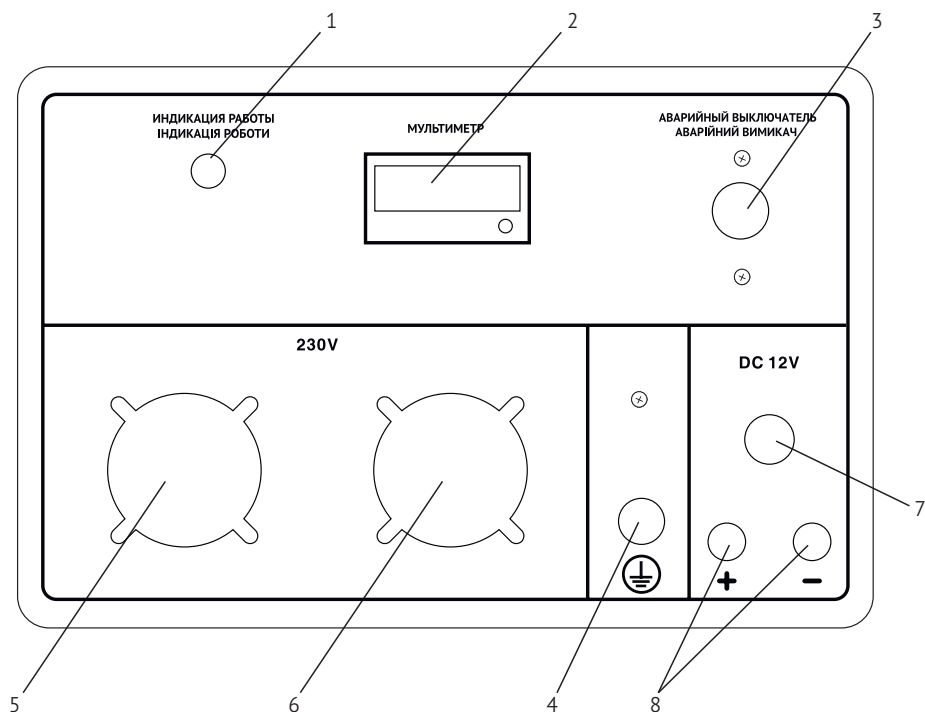

Рис. 2
- Установите автомат защиты (аварийный выключатель) в положение ВЫКЛ (рис.2, поз.3).